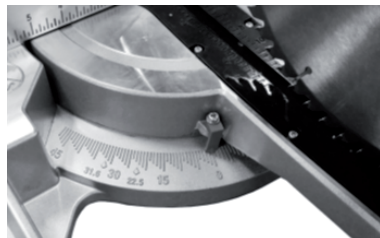

рис.6
2.6 Установка угла поворота пильного стола (рис.6)